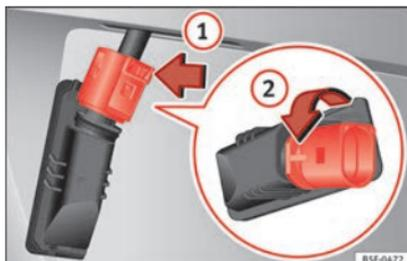

Abb. 224 Kennzeichenleuchte: Lampenträger ausbauen.
3. Drücken Sie an der Steckerverriegelung **» Abb. 224** in Pfeilrichtung **1** und ziehen Sie am Stecker.